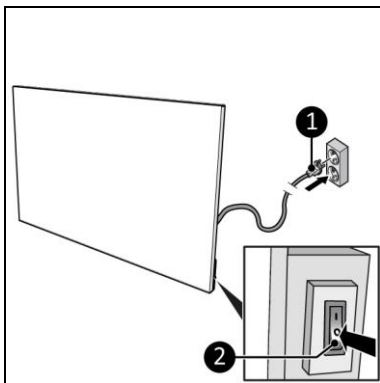

Figura 10
2. Asigurați-vă că întrerupătorul ON/OFF (PORNIT/OPRIT) se află în poziția OFF (OPRIT) (Figura 10, poz. 2).
3. Introduceți ștecherul (Figura 10, poz. 1) într-o priză cu împământare ușor accesibilă. Utilizați o priză cu împământare cu o putere minimă de 800 Watt.
1. Asigurați-vă că întrerupătorul ON/OFF (PORNIT/OPRIT) se află în poziția OFF (OPRIT) (Figura 10, poz. 2).
2. Scoateți ștecărul din priză (Figura 10).